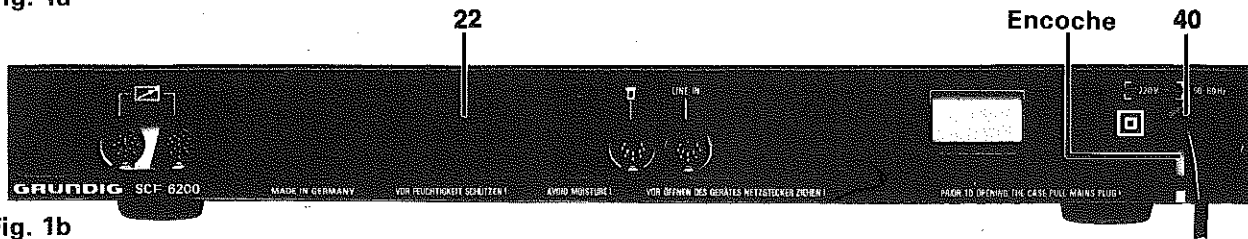

Fig. 1b
- Retirer la plaque de fond avec le panneau arrière 22 ainsi que le câble secteur 40 (Fig. 1b)